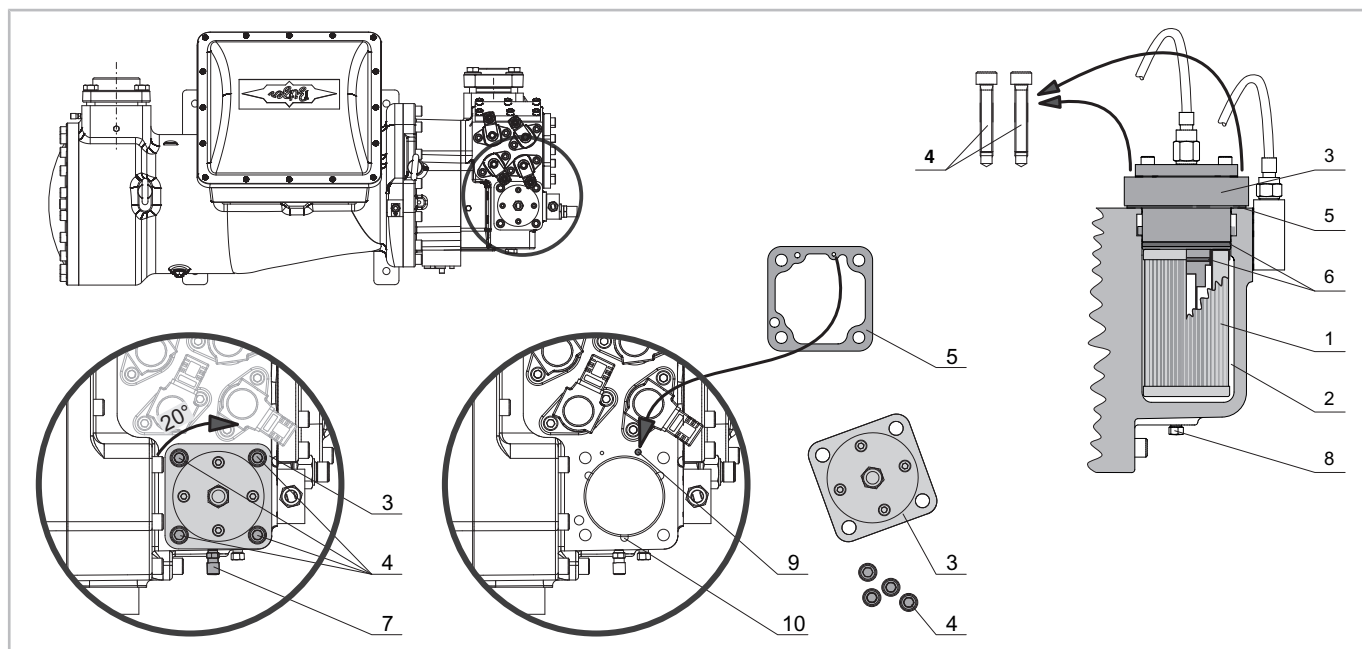

Abb. 13: HS.85: Ölfilter wechseln
- HS.85: für den Wechsel des internen Ölfilters vor der Ölfilterkammer (siehe Abbildung 13, Seite 49).
### HS.85: Internen Ölfilter wechseln (siehe Abbildung 13, Seite 49)